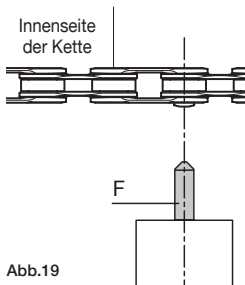

Abb.19
- Kontrollieren Sie, dass die konische Spitze des Schiebers genau auf die Mitte der Hülse ULTRA-LINK 5-CN-SR700 (Abb. 19) ausgerichtet ist.